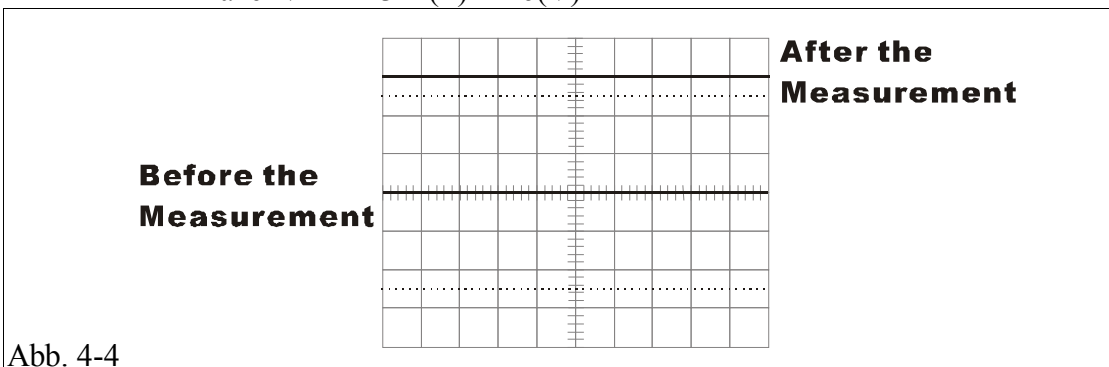

Abb. 4-4
- (1) Die Kontrollen auf der Vorderseite einstellen, um auf dem Bildschirm eine Abtastbezugslinie anzuzeigen.
- (2) Die Eingangskopplungsoptionen als "GND" einstellen, siehe Abb. 4-4 vor dem Messen.
- (3) Die Vertikale Position nachstellen, die Abtastbezugslinie auf die horizontale Mitte fallen lassen und sie als Nullbezugsstufe definieren.
- (4) Das Signal in den gewählten Kanal eingeben.
- (5) Die Unterteilungen zwischen der Nullbezugsstufe zur Wellenform des getesteten Objekts ablesen; siehe Abb. 4-4 nach der Messung.
- (6) Die WS-Spannung kalkulieren:
Auf Abbildung 4-4 ist die Nullbezugsstufe in der Mitte, den 10:1-Sensor verwenden, die Ansprechempfindlichkeit ist 2V/Div, die getestete Welle ist 3 Untert. über der Nullbezugsstufe.